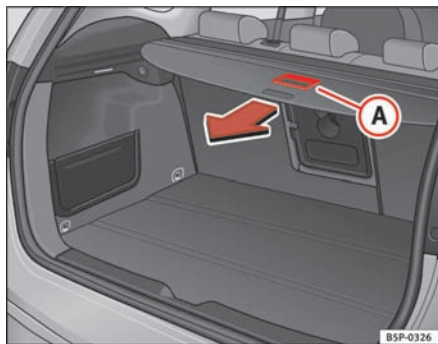

Fig. 124 Betjening af bagagerumsafdækning
- Tag fat i grebet (A), og træk afdækningen bagud, indtil du kan høre, at den går i hak ⇒ fig. 124.